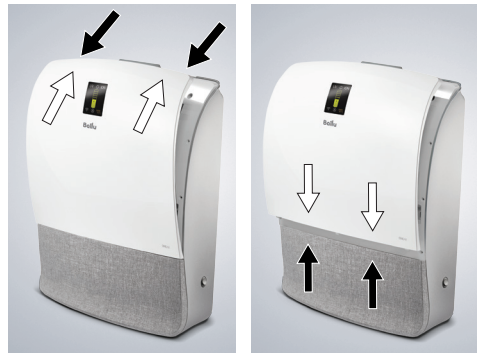

Рисунок 14
1. Снимите переднюю панель прибора (прибор автоматически отключится). В местах углублений в верхней части корпуса потяните верхнюю часть панели горизонтально на себя, для освобождения от магнитного фиксатора и потом вверх, вынув из пазов в нижней части корпуса (рис. 14).